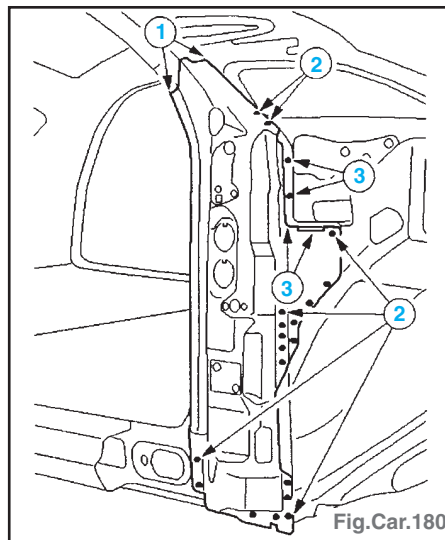

Fig.Car.180
- Renfort de montant A (Fig.Car.180) :
- ligne de coupe préalable (1),
- fraiser les points de soudure (2),
- meuler les points de soudure (3).